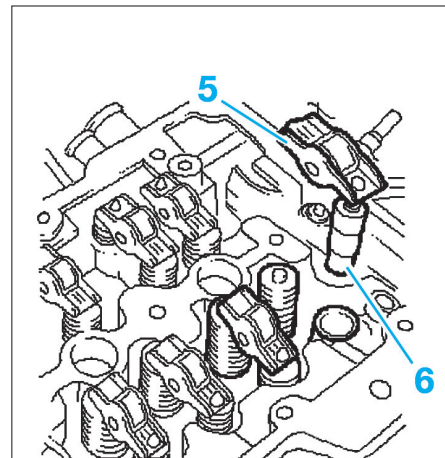

FIG. 85
- les linguets à rouleaux (5) et les poussoirs (6) (Fig.85),